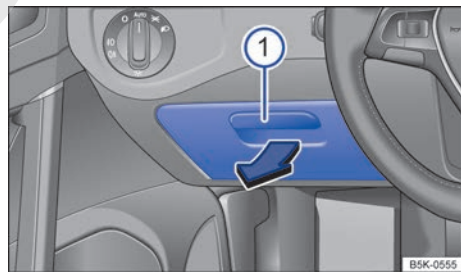

Fig. 142 En el lado del conductor: portaobjetos.
Para *abrir* el portaobjetos, tire de la manilla → fig. 142 ① en el sentido de la flecha.